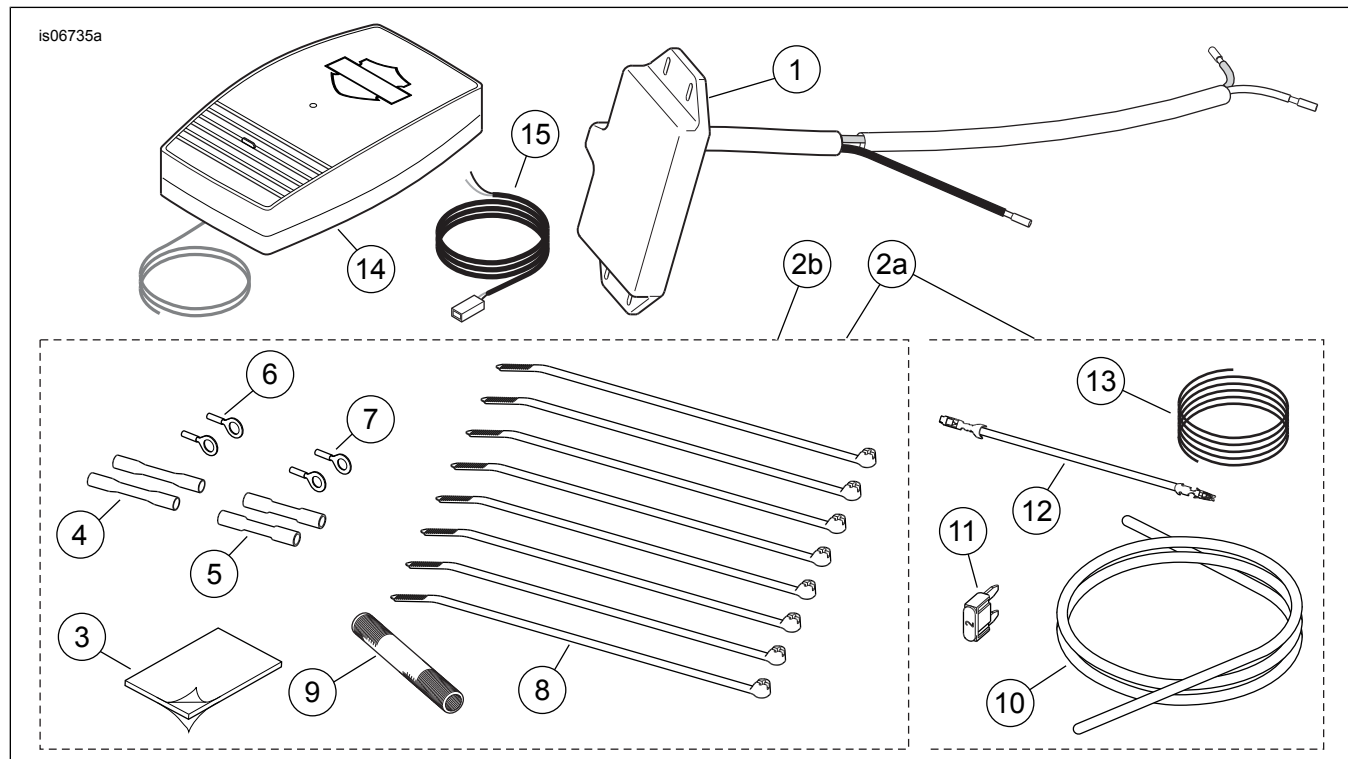

Figura 34. Kits tar-Remote Control tal-Apparat li Jiftaħ il-Bieb tal-Garaxx
4. Ara Figura 22 . Il-konfigurazzjoni tal-konnessjoni "wieħed f'wieħed". Gib il-konnettur tal-ispluce issiġillat **blu** (ara Figura 34 , Oġġett 5) mill-kitt. Qabbad il-wajer tat-trasmettitor l-abjad mal-wajers l-bojod tal-fanal prinċipali.
3. Daħħal il-conduit tal-wajer minsuġ (9) mill-kitt għal fuq il-wajers il-bojod tat-trasmettitor.
4. Ara Figura 22 . Il-konfigurazzjoni tal-konnessjoni "wieħed f'wieħed". Gib il-konnettur tal-isplice issiġillat **blu** (ara Figura 34 , Oġġett 5) mill-kitt. Qabbad il-wajer tat-trasmettitur l-abjad mal-wajers l-bojod tal-fanal prinċipali.
2. Ara Figura 34 . Daħħal il-conduit tal-wajer minsuġ (9) mill-kitt għal fuq il-wajers il-bojod tat-trasmettitur.
3. Ara Figura 22 . Il-konfigurazzjoni tal-konnessjoni "wieħed f'wieħed". Gib il-konnettur tal-isplice issiġillat blu (ara Figura 34 , Oġġett 5) mill-kitt. Qabbad il-wajer tat-trasmettitur l-abjad mal-wajers blu/bojod tal-fanal prinċipali.
3. Ara Figura 22 . Il-konfigurazzjoni tal-konnessjoni "wieħed f'wieħed". Gib il-konnettur tal-isplice issiġillat **blu** (ara Figura 34 , Oġġett 5) mill-kitt. Qabbad il-wajer tat-trasmettitur l-abjad mal-wajers l-bojod tal-fanal prinċipali.